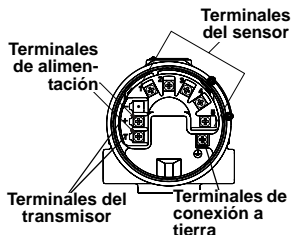

Figura 1. Diagrama de cableado del sensor del transmisor
3. Conectar los cables del sensor según la Figura 1.